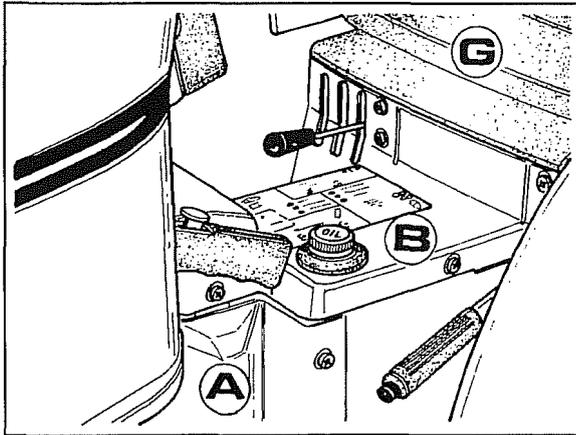

Abb. 8
1. Den Sitz **G**, das zentrale Schutzblech **B**, die Seitenflanke **A** und die auf der Gegenseite herausnehmen, so wie es in der Abb. 8 gezeigt ist.